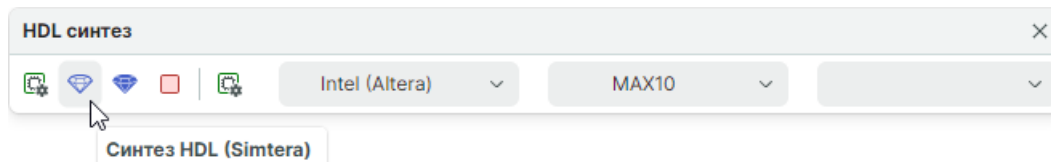

Рис. 52 Расположение кнопки «Синтез HDL (Simtera)»
2. В панели инструментов «HDL синтез» нажмите кнопку , см. Рис. 52. Далее будет запущен синтез проекта.